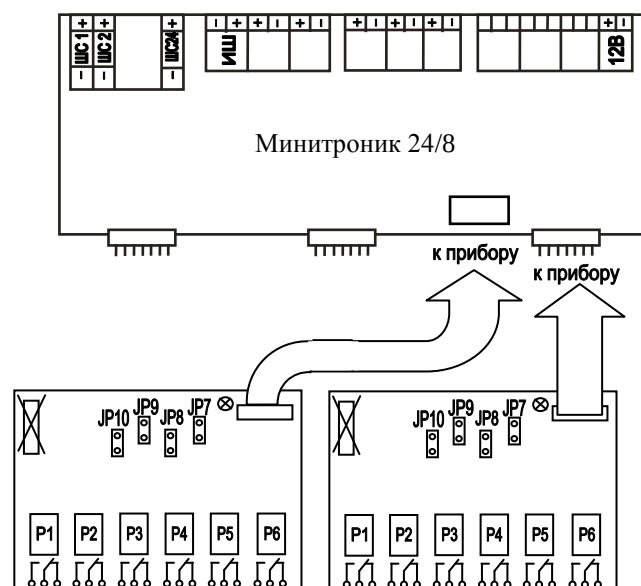

Рис.1. Варианты подключения модуля управления ПР к прибору «Минитроник».
- 5.1. Закрепите модуль на стене рядом с ПКП и подключите с помощью плоского кабеля к одному из разъемов расширения ПКП, как показано на рис.1.